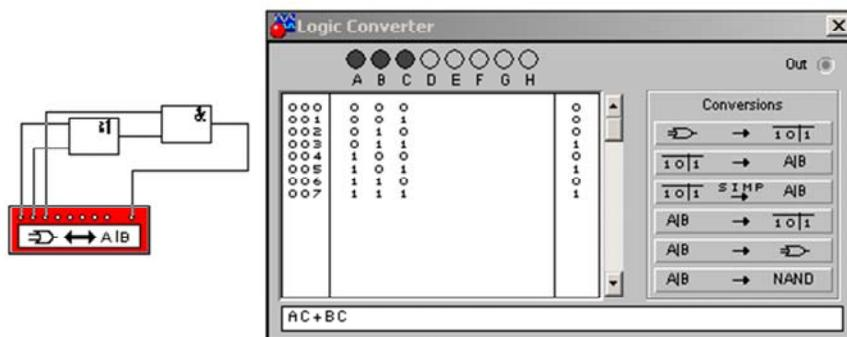
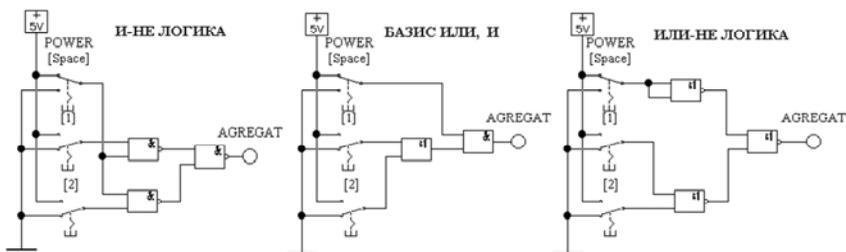

Рис. 12.1. Реализация функции $F = (A + B)C$ в *Logic Converter* (файл **kly1_abc.ewb**)
Рис. 12.2. Комбинационное логическое устройство для реализации функции $F = (A + B)C$ в различных базисах (файл **kly2_abc.ewb**)
2. Исследовать комбинационные логические устройства (КЛУ). Использовать *Logic Converter* для реализации логической функции $F = (A + B)C$ (файл **kly1_abc.ewb**, рис. 12.1). Разобраться с назначением всех кнопок. Переписать в тетрадь таблицу истинности. Проверить выполнение таблицы истинности вручную (файл **kly2_abc.ewb**, рис. 12.2). С помощью ключей (управляются клавишами «1», «2», «Пробел») подать на вход схем различные комбинации переменных A, B, C . Обратит внимание на реализацию КЛУ в различных базисах.